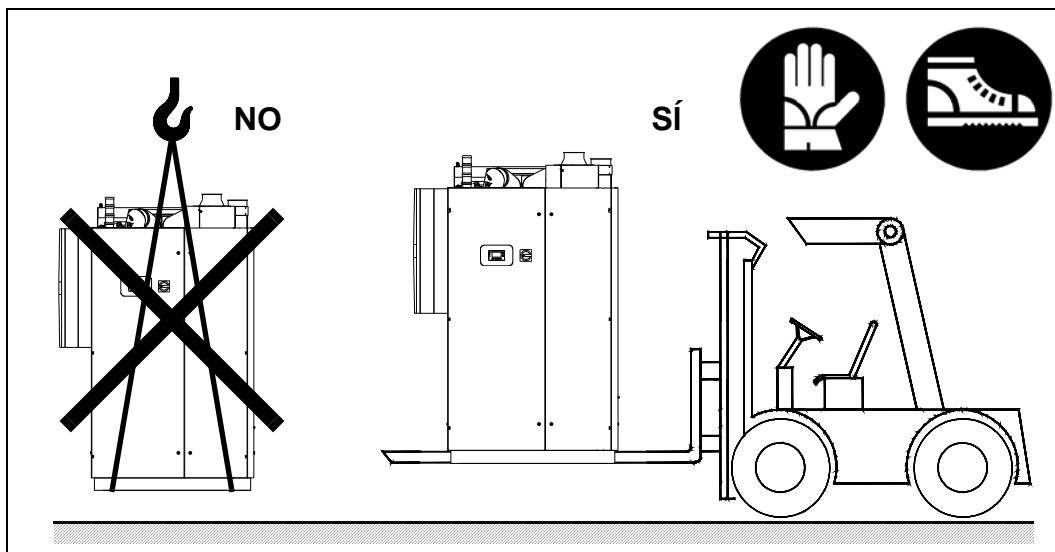

Fig. 3
- ▶ No utilizar eslingas para levantar la máquina: desplazarla sólo mediante una carretilla elevadora o transpaleta (véase Fig. 3 - Pág. 13).